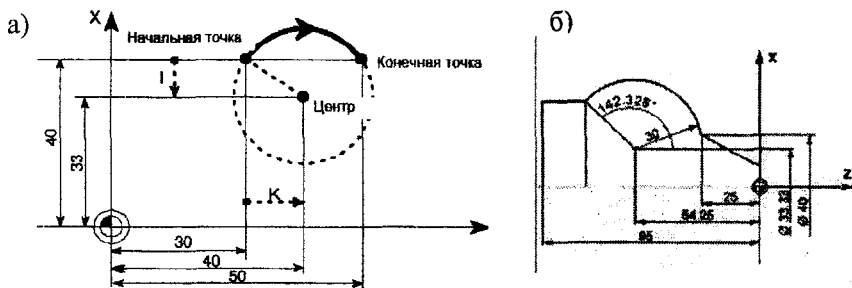

Рис. 3.8
3.1. На рис. 3.8, а жирной линией выделен круговой участок траектории токарной детали. Запрограммируйте движение инструмента по этому участку конечной точкой и центром дуги.
3.2. Запишите фрагмент управляющей программы, задающий обработку по коническому, круговому и прямолинейному участкам токарной детали (рис. 3.8, б) с подачей 0,2 мм/об. Дуга окружности задана полярными координатами.